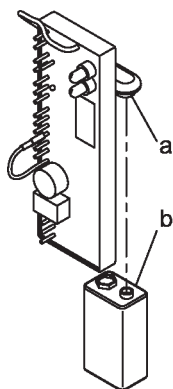

Abb. 9: Batteriewechsel
4. Neue Batterie in den Anschlussclip einsetzen (siehe Abbildung 9).